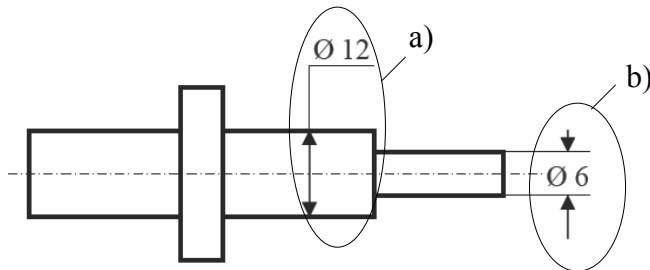

Figura 4.10. Adaptarea înscrierii cotelor: a) pe sau la extremitatea unei linii de indicație; b) deasupra prelungirii liniei de cotă
- pe sau la extremitatea unei linii de indicație, atunci când extremitatea opusă se termină pe o linie de cotă prea scurtă pentru a permite înscrierea valorii (figura 4.10);
- deasupra prelungirii liniei de cotă, atunci când spațiul nu permite înscrierea valorii prin întreruperea unei linii de cotă care nu este orizontală (figura 4.10)